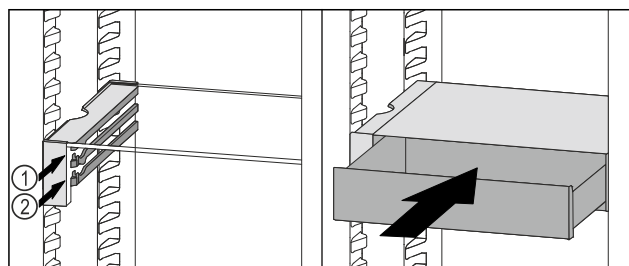

Fig. 96
- Așezați sertarul VarioSafe în spatele opritoarelor pe nervura dorită Fig. 96 (1) sau Fig. 96 (2).